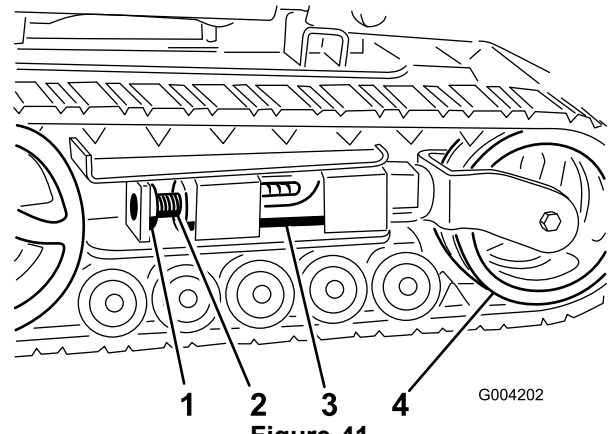
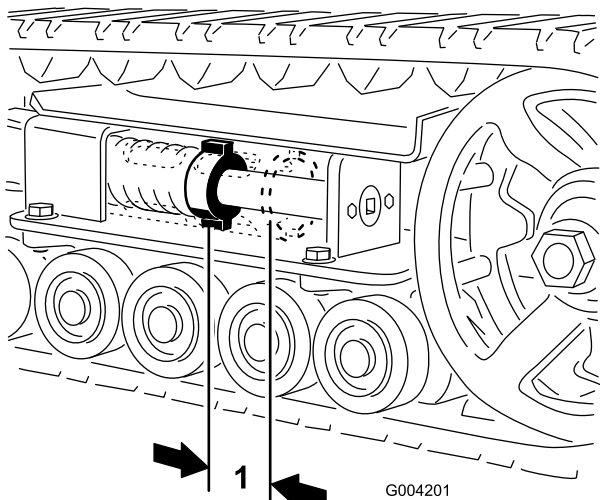
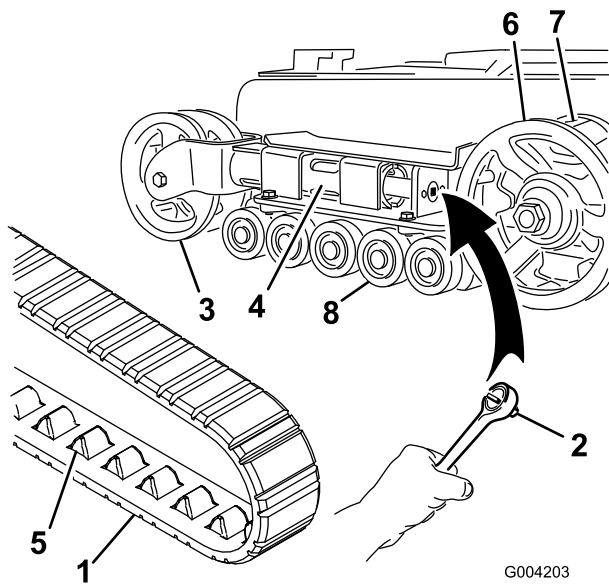

Figure 41
Figure 40
Figure 42
L'écrou de tension et l'arrière du tube de tension doivent être distants de 7 cm (Figure 40). Si ce n'est pas le cas, réglez la tension des chenilles comme suit :
4. À l'aide d'une clé à douille de 13 mm (1/2") (Figure 42), tournez la vis de tension dans le sens antihoraire jusqu'à obtention d'un espacement de 7 cm entre l'écrou de tension et l'arrière du tube de tension (Figure 40).
5. Alignez l'encoche la plus proche dans la vis de tension avec le trou du boulon de blocage et fixez la vis avec le boulon et l'écrou de blocage (Figure 41).
3. Enlevez le boulon et l'écrou de blocage (Figure 41).
4. À l'aide d'une clé à douille de 13 mm (1/2"), tournez la vis de tension dans le sens horaire pour détendre la transmission (Figure 41 et Figure 42).
4. À l'aide d'une clé à douille de 13 mm (1/2"), tournez la vis de tension dans le sens horaire pour détendre la transmission (Figure 41 et Figure 43).
5. Poussez la roue de tension vers l'arrière de la machine pour appuyer le tube de tension contre le châssis (Figure 42). (S'il ne touche pas le châssis, continuez de tourner la vis de tension jusqu'à ce qu'il le touche).
7. Lorsque la chenille est déchaussée, retirez-la du pignon d'entraînement et des galets de roulement (Figure 42).
8. Pour installer la chenille neuve, commencez par l'enrouler autour du pignon, en veillant à ce que les crampons s'engagent correctement entre les dents du pignon (Figure 42).
9. Poussez la chenille sous et entre les galets de roulement (Figure 42).
11. Tournez la vis de tension dans le sens anti-horaire, de manière à obtenir un écartement de 7 cm entre l'écrou de tension et l'arrière du tube de tension (Figure 40).
17. Tournez la vis de tension dans le sens anti-horaire, de manière à obtenir un écartement de 7 cm entre l'écrou de tension et l'arrière du tube de tension (Figure 40).